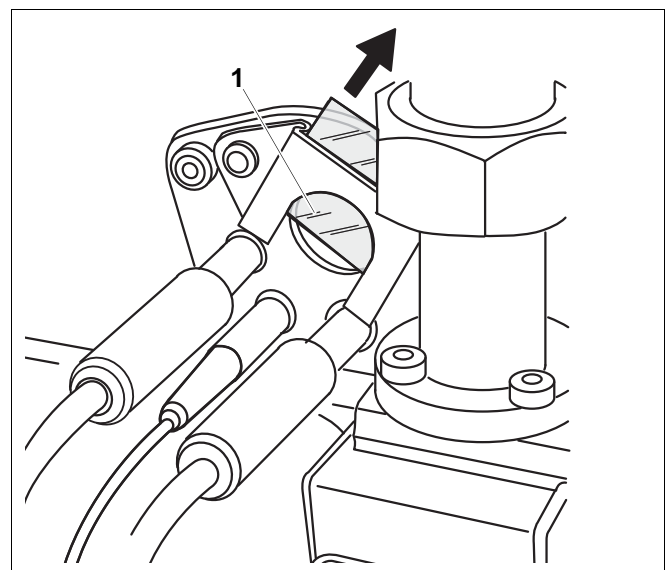

Рис. 70 Выньте смотровое стекло
- Выньте вверх смотровое стекло (рис. 70, поз. 1).